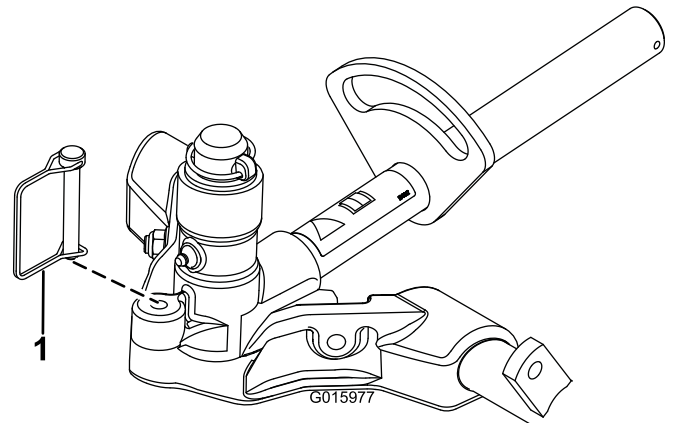

Bild 17
11. Befestigen Sie das Gelenkjoch mit dem Einraststift am Trägerrahmen, um die Lenkung an den Schneideinheiten zu arretieren (Bild 17).